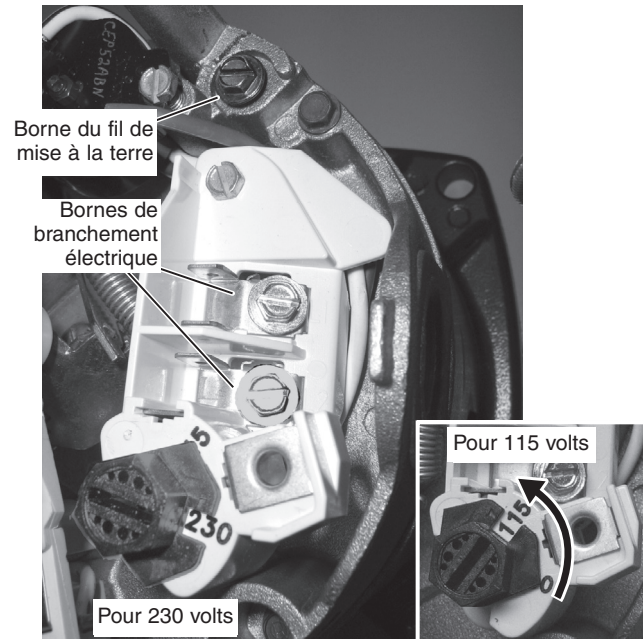

Figure 4: Tension réglée sur le courant de 230 volts. Sélecteur rotatif; tourner le sélecteur à 115 volts.
La plaque à bornes du moteur (située sous le couvercle du moteur) devrait ressembler à la Figure 4.
- 7 ° Brancher les conducteurs transporteurs de courant sur les bornes L1 et L2 qui se trouvent sous le carter du moteur. Lorsque l'on remplace le moteur, comparer le schéma de câblage de la plaque signalétique par rapport à la Figure 4. Si le diagramme de câblage du moteur ne correspond pas à la Figure 4, suivre le diagramme sur le moteur.
IMPORTANT : Les modèles monophasés fonctionnant sur le 115/230 volts sont expédiés de l'usine câblés pour fonctionner sur le 230 volts. Si le courant électrique est de 115 volts, déposer le carter du moteur et tourner le sélecteur sur le moteur tel qu'illustré à la Figure 4. Ne pas essayer de faire fonctionner un moteur comme il est reçu sur le courant de 115 volts.